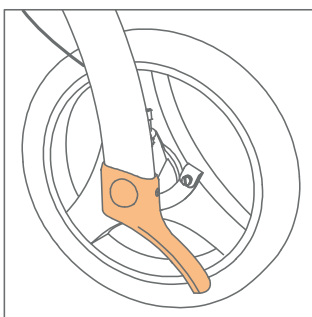
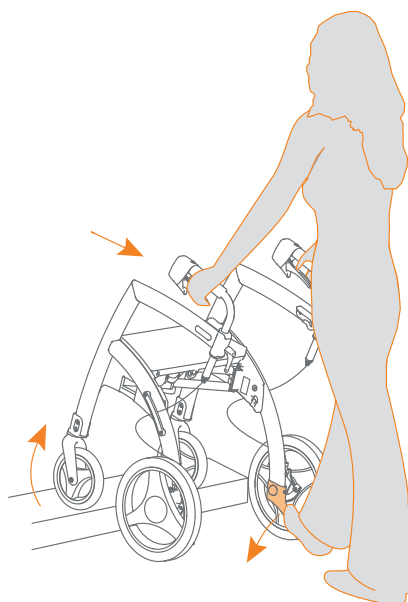

Abbildung 24: Die Schwellenhilfe benutzen.
Abbildung 25: Auf den Gehweg steigen oder die Schwelle überqueren.
- b. Drücken Sie mit Ihrem linken oder rechten Fuß auf die linke oder rechte Schwellenhilfe (**Abbildung 24**), während Sie den Rollz Motion mit Ihren Händen zurückziehen. Der Rollz Motion wird jetzt im Bereich der Vorderräder angehoben. Schieben Sie den Rollz Motion nach vorne, bis Sie ganz deutlich mit den Vorderrädern die Schwelle oder die Bordsteinkante überwunden haben (**Abbildung 25**).